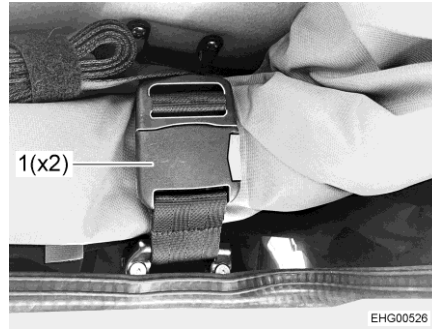

Fig. 68 Boucle de fermeture de sangle
- Ouvrir les deux boucles de fermeture de sangle (Fig. 68,1).